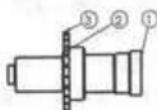

图 6-101 自动零件序号
- (2) 自动零件序号。插入如图 6-101 所示的自动零件序号的操作步骤如下：